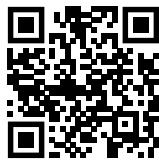

Fig. 60
- Ανοίξτε το Liebherr SmartMonitoring Dashboard. (βλέπε Fig. 60)